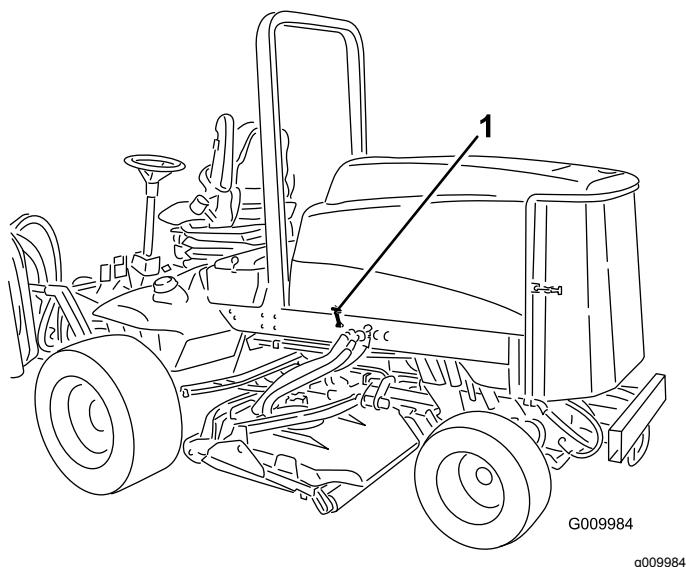

Figure 25
1. Déverrouillez le capot (Figure 25) et faites-le pivoter pour l'ouvrir.